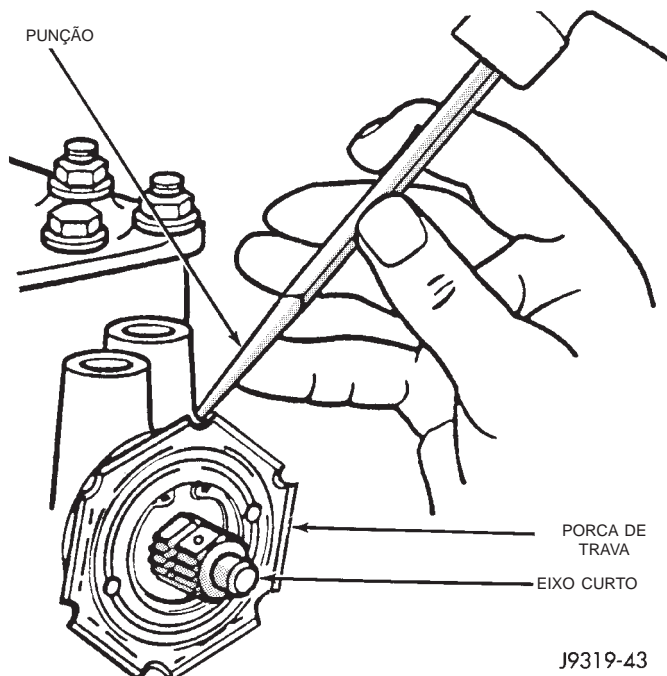

Fig. 24 Afrouxando o Tampão de Ajuste
(2) Remova a porca de trava do tampão (Fig. 24).
(3) Gire o eixo curto com uma chave soquete de 12 pontos para a frente e para trás para drenar o fluido restante.
(4) Gire o tampão com a chave de PORCA C-4381. Aperte o tampão e o mancal axial até que esteja firmemente assentado na carcaça, com torque de 34 N·m (25 pés-lb.).